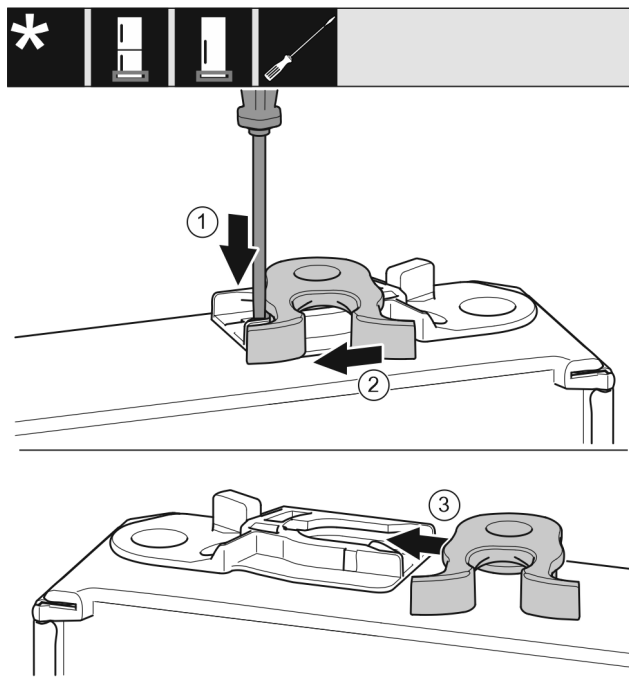

Fig. 16
- ▶ Plochým šroubovákem přitlačte lamelu dolů. Fig. 16 (1)
- ▶ Vytáhněte petlici z vedení. Fig. 16 (2)
- ▶ Petlici zasuňte do vedení na druhé straně. Fig. 16 (3)